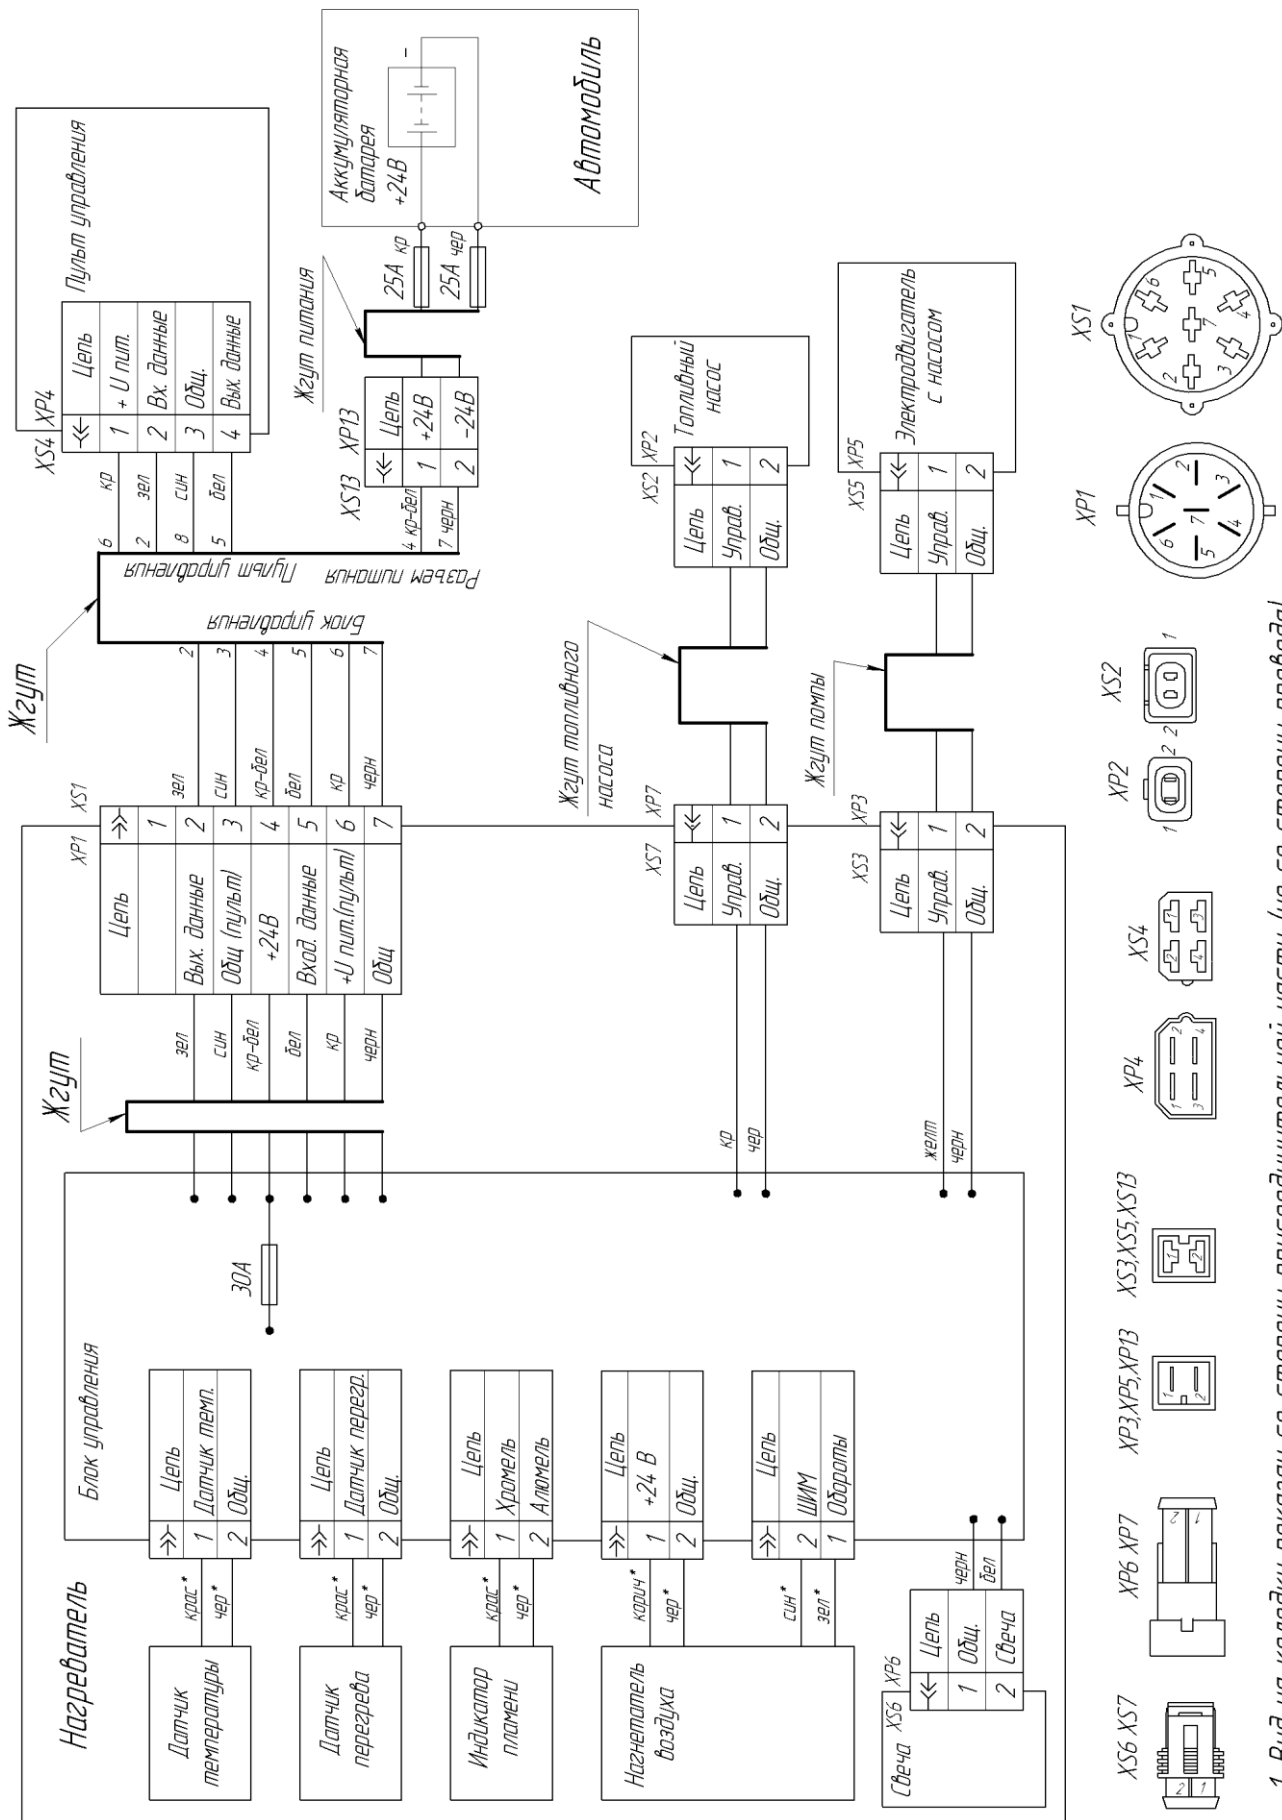
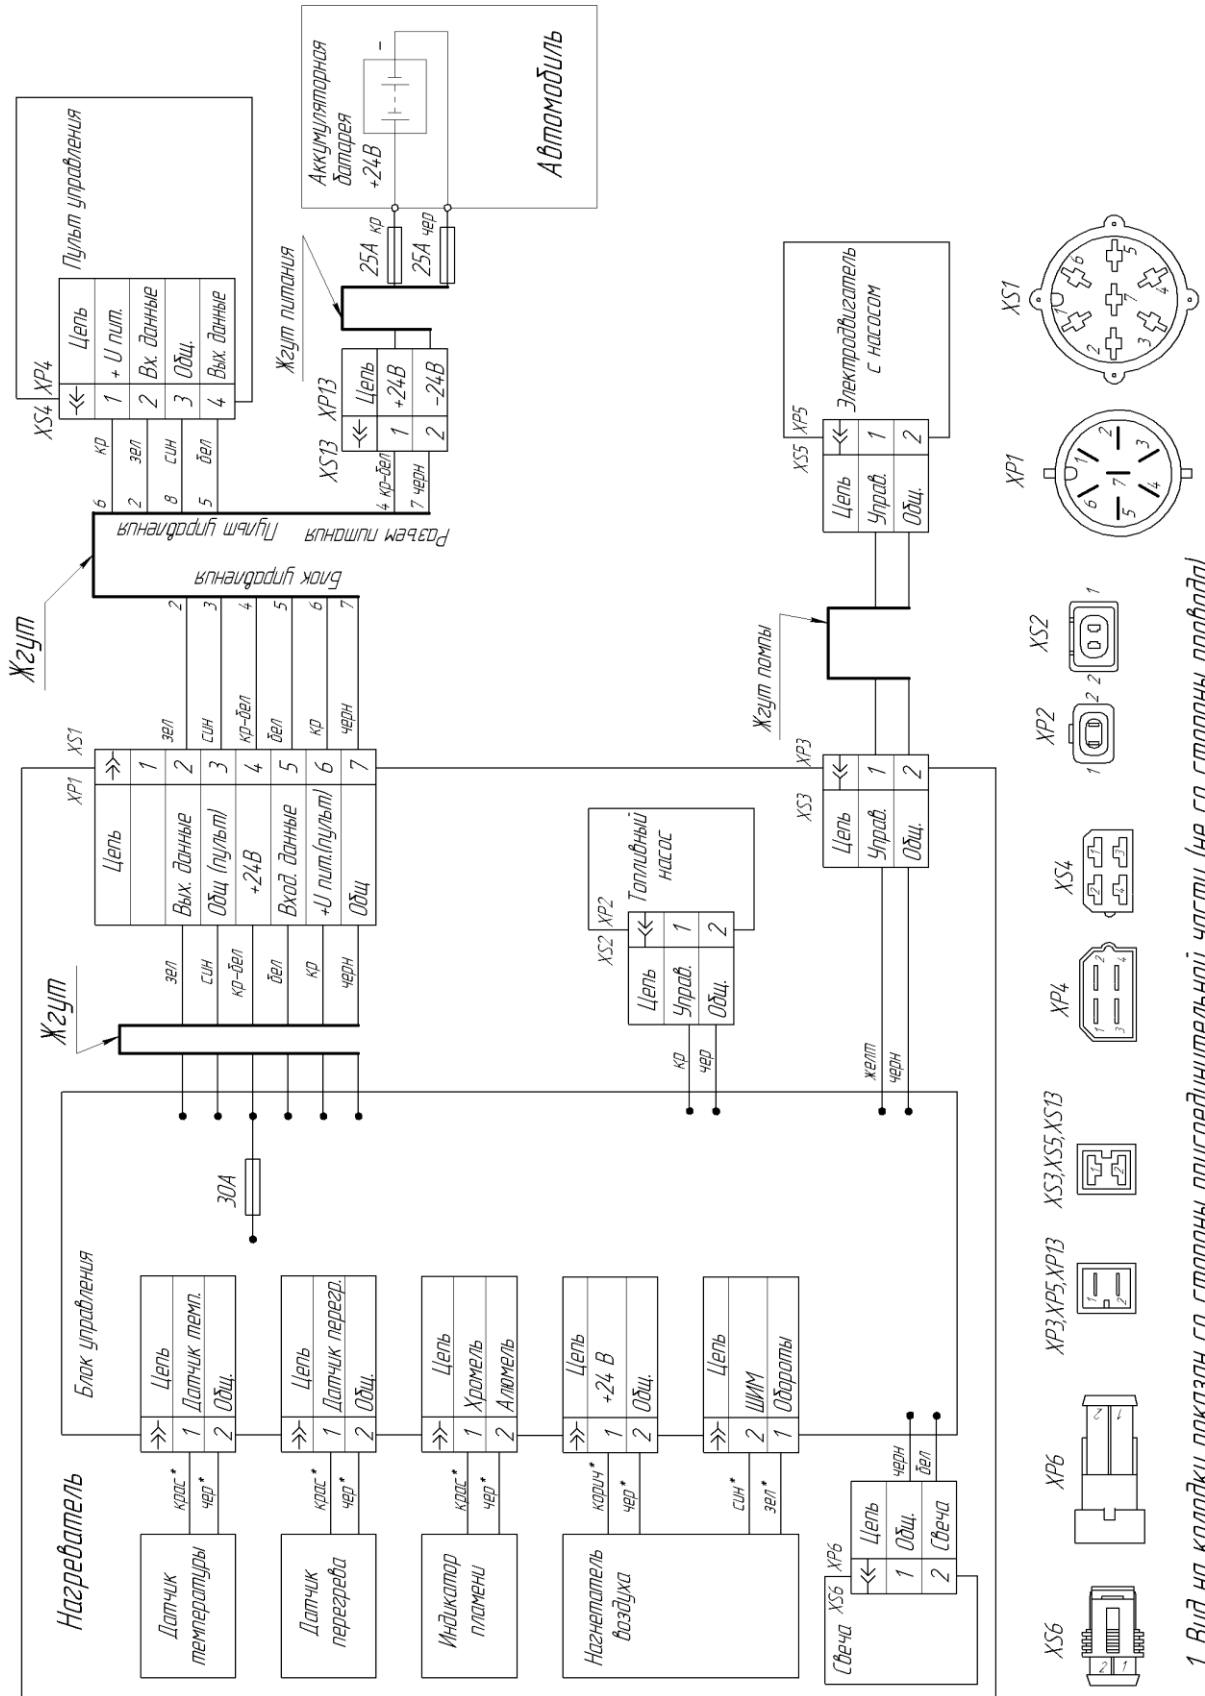

Рис. 1- Схема электрических соединений подогревателя 14ТС-10-ВЛЖ
Рис. 2 - Схема электрических соединений подогревателя 14ТС-10- ВЛЖ2.
Питание подогревателя топливом и электроэнергией осуществляется от автотранспортного средства. Схема электрических соединений подогревателя 14ТС-10-ВЛЖ приведена на рис.1, 14ТС-10-ВЛЖ2 на рис.2.
8.1 Поиск неисправностей необходимо начать с проверки контактов разъемов проверяемых цепей (см. схему электрических соединений на рис.1).